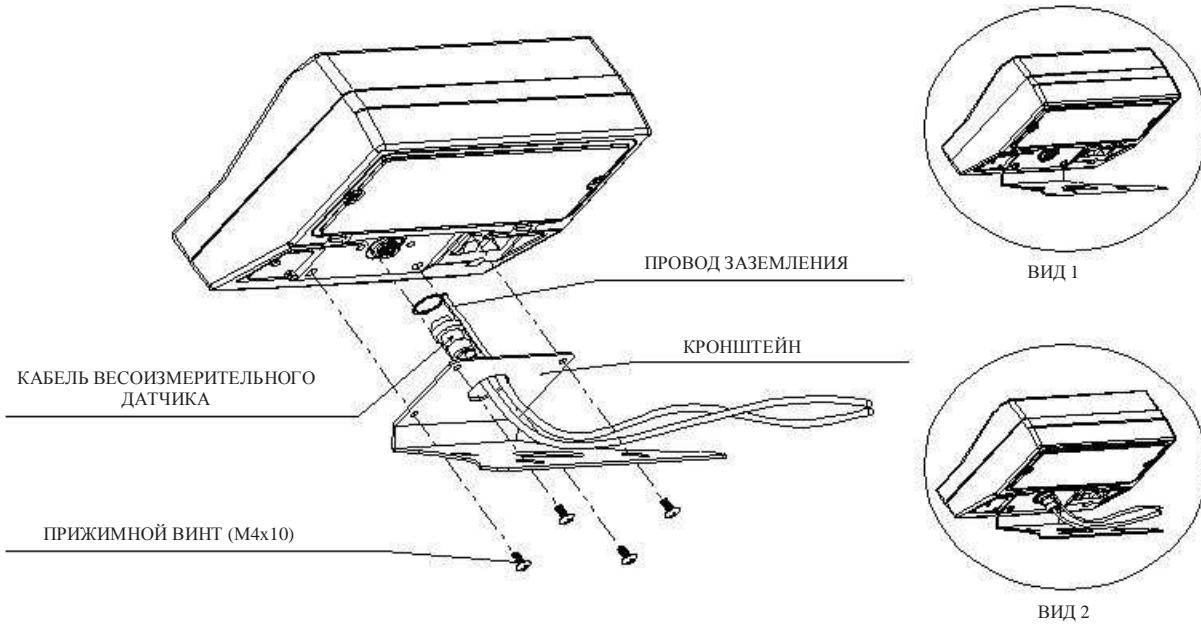

Рисунок 5.2 – Схема сборки весов без стойки.
- Закрепите кронштейн на задней стороне индикатора при помощи винтов (см. вид 1, рисунок 5.2).
- Подсоедините концы заземляющего провода и кабеля платформы к контактам на задней стороне индикатора (см. вид 2, рисунок 5.2).